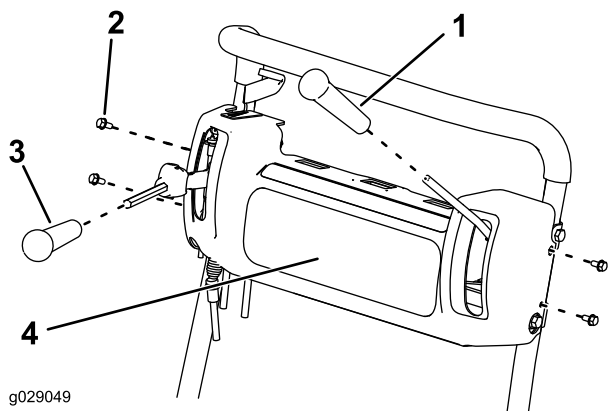

図 3
6. ブレーキと走行レバーのグリップを取り外す 図 3。
7. コンソールカバーを取り外して廃棄する 図 3。